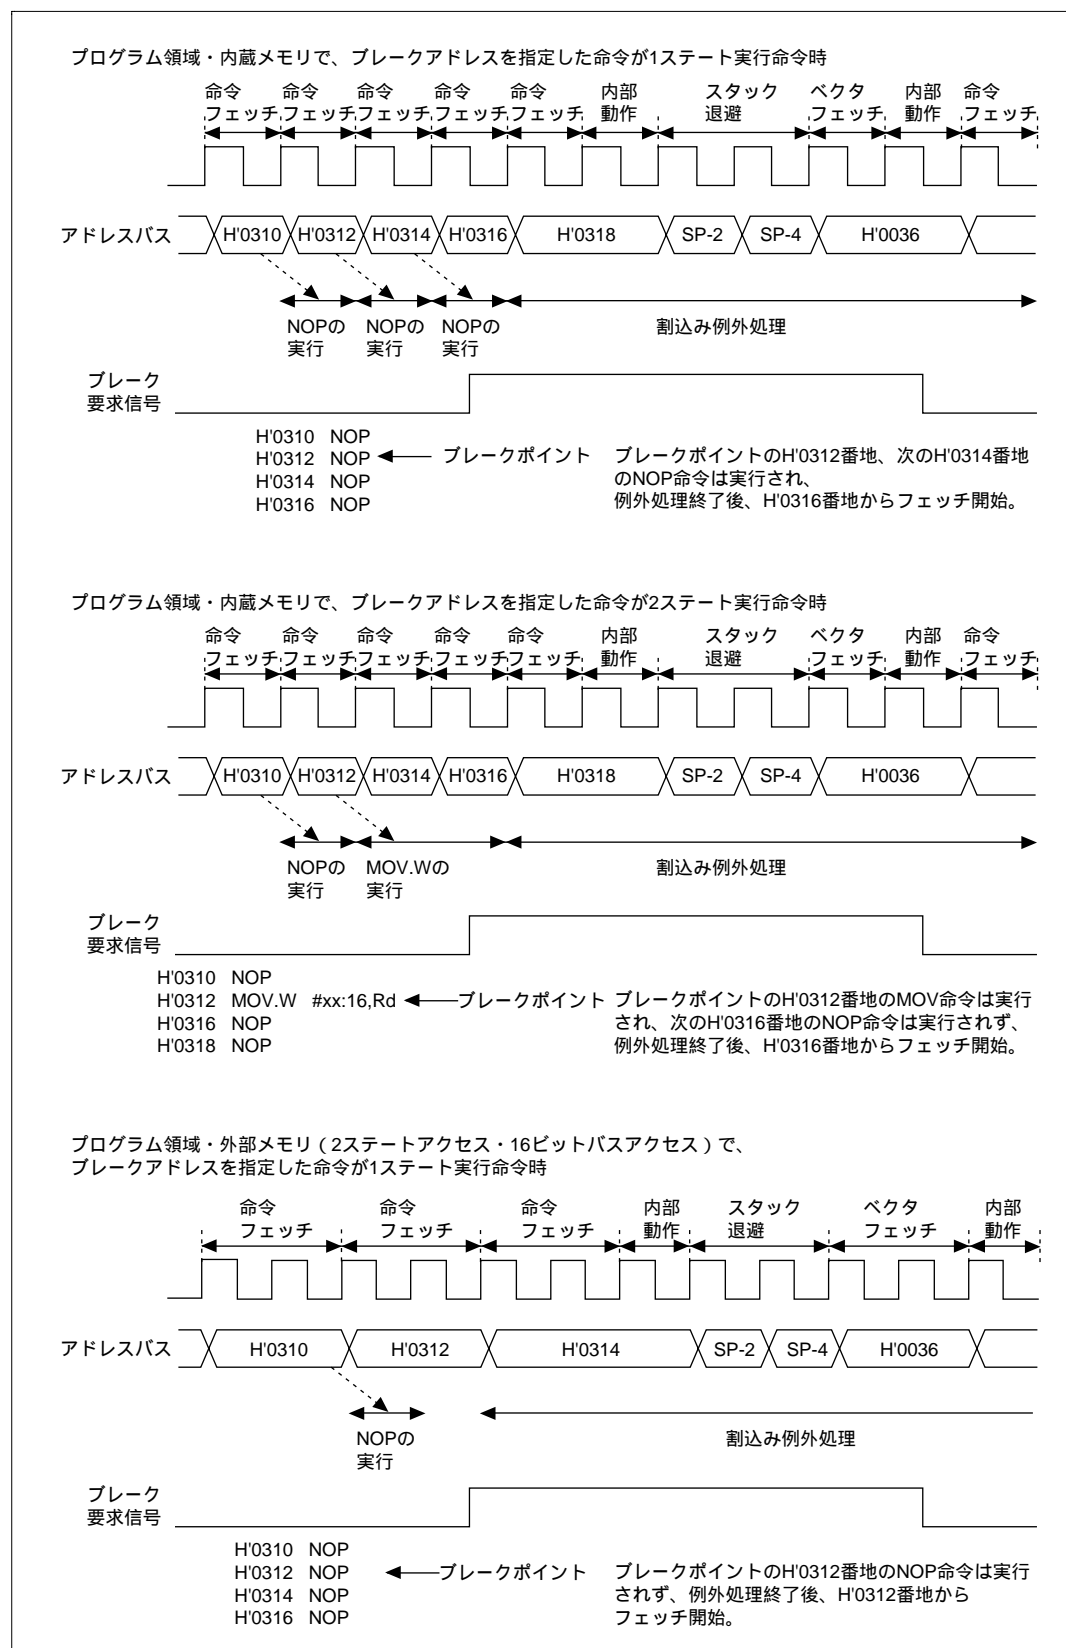

図 5.6 アドレスブレークタイミング例
- (1) アドレスブレークでは、ブレークアドレスを命令の第 1 バイトが存在するアドレスにしてください。その他のアドレスでは、条件成立とみなされない場合があります。
- (2) ノーマルモードの場合は、アドレス A23 ~ A16 は比較されません。
- (3) BAR で設定したアドレスの直前の命令にブランチ命令 (Bcc、BSR)、ジャンプ命令 (JMP、JSR)、RTS 命令、RTE 命令を配置した場合、これらの命令の実行により当該アドレスに対するプリフェッチ信号が出力され、アドレスブレークが要求される場合があります。これらの命令の直後のアドレスに対するブレークアドレスの設定を行わない、あるいは割込み処理ルーチンで、本来の条件成立による割込み処理であったかの判定を行う、などの対策が必要です。
- (4) アドレスブレーク割込みは、内部プリフェッチ信号とアドレスの組み合わせにより発生しますので、設定したアドレスの命令および直前の命令の内容、実行サイクルにより、割込み例外処理の入るタイミングが異なります。図 5.6 にアドレスタイミング例を示します。